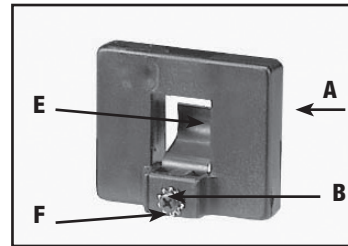
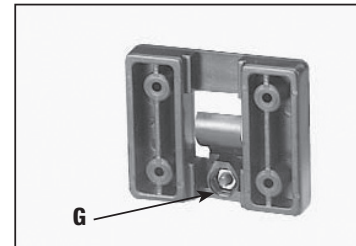

Fig. 19
Fig. 20
1. Fixe o grampo de pressão (E) Fig. 19 no prendedor do graminho (A) usando um parafuso de cabeça cônica de M4x.7x10mm (F), arruela de pressão do dente externo de 3/16" (B) e uma porca sextavada de M4x.7.
**OBSERVAÇÃO:** A porca sextavada (G) Fig. 20 será ajustada no encaixe localizado na parte de trás do prendedor do graminho (A) Fig. 19 para manter o grampo de pressão (E) firme no prendedor.